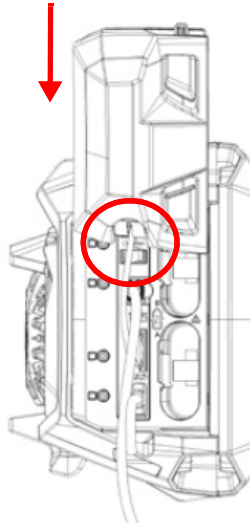

Figura 2-11 Deslizamento da porta sobre os cabos alinhados
3. Verifique se os cabos estão alinhados na ranhura da porta com finalidade especial e deslize a porta para baixo. (Figura 2-11 na página 39).